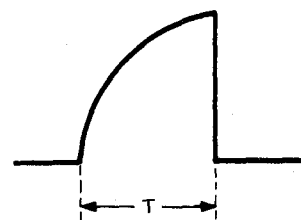

Abbildung 83.
4. Die Synch.-Böschung des Oszilloskopes auf (–) einstellen und den R* wie in Abb. 83 gezeigt einstellen.